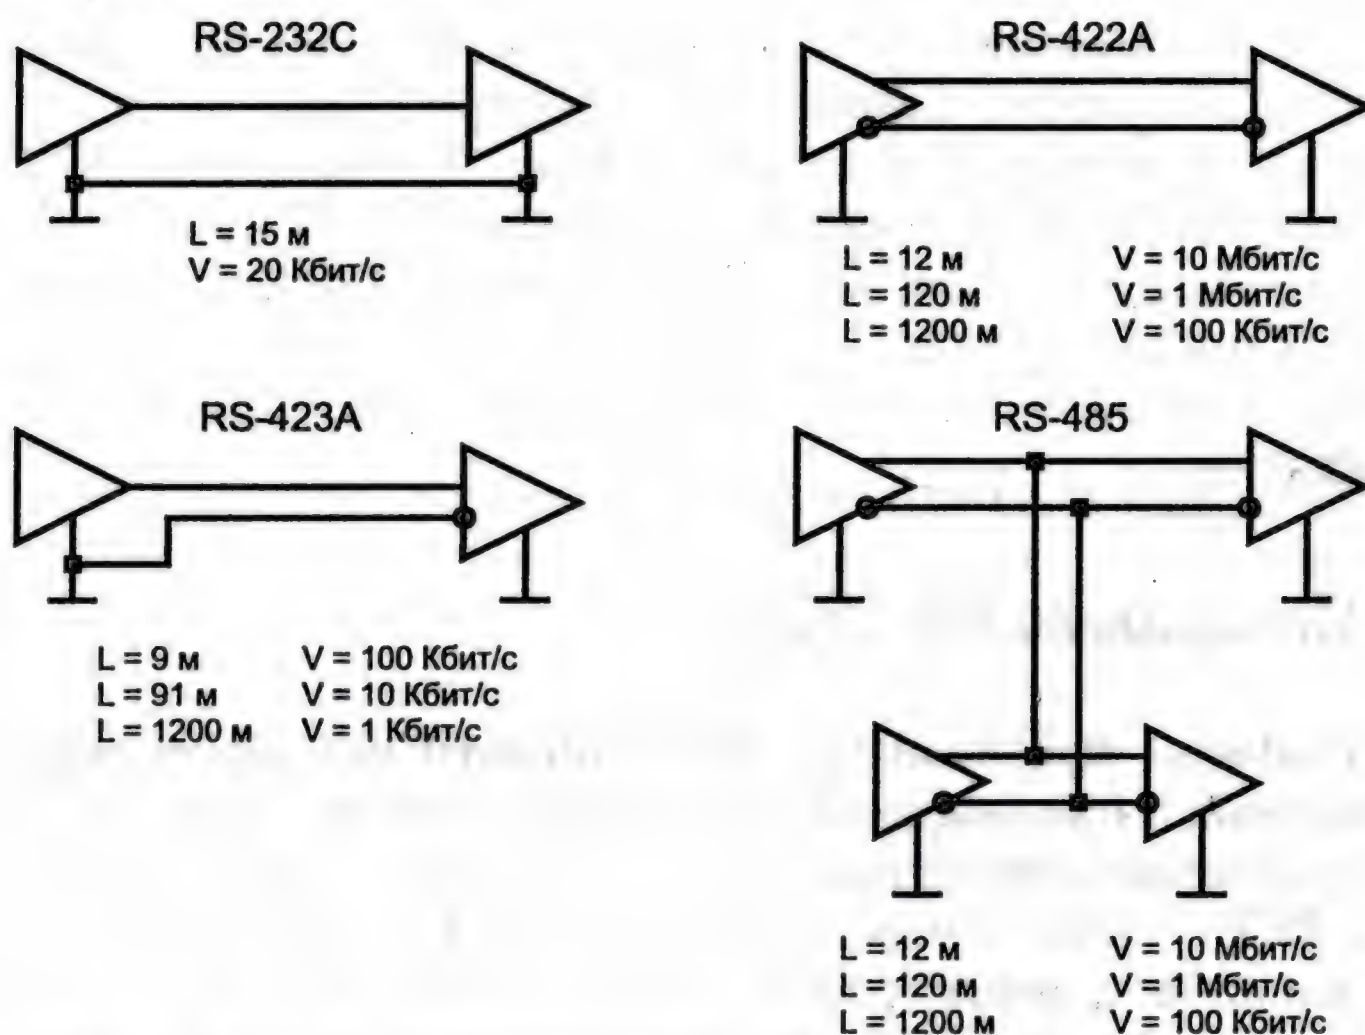

Рис. 2.2. Стандарты последовательного интерфейса
На *физическом уровне* последовательный интерфейс имеет различные реализации, различающиеся способом передачи электрических сигналов. Существует ряд родственных международных стандартов: RS-232C, RS-423A, RS-422A и RS-485. На рис. 2.2 приведены схемы соединения приемников и передатчиков, а также показаны ограничения на длину линии (L) и максимальную скорость передачи данных (V). Несимметричные линии интерфейсов RS-232C и RS-423A имеют самую низкую защищенность от синфазной помехи, хотя дифференциальный вход приемника RS-423A несколь-